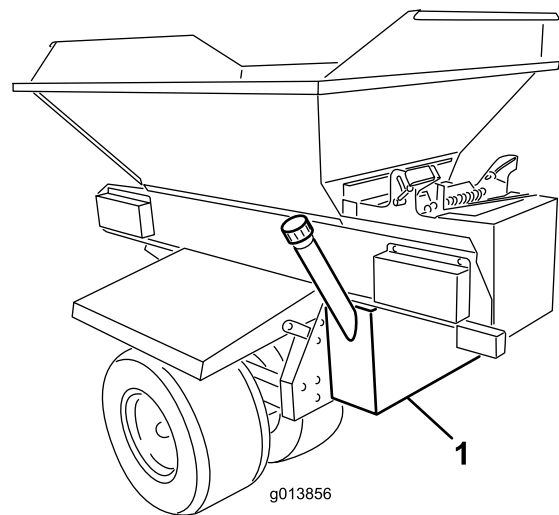

Figura 1
6. Apoye el depósito hidráulico desde abajo y coloque el depósito contra el tabique trasero del chasis de la El depósito debe centrarse horizontalmente y debe colocarse en posición vertical (Figura 1).